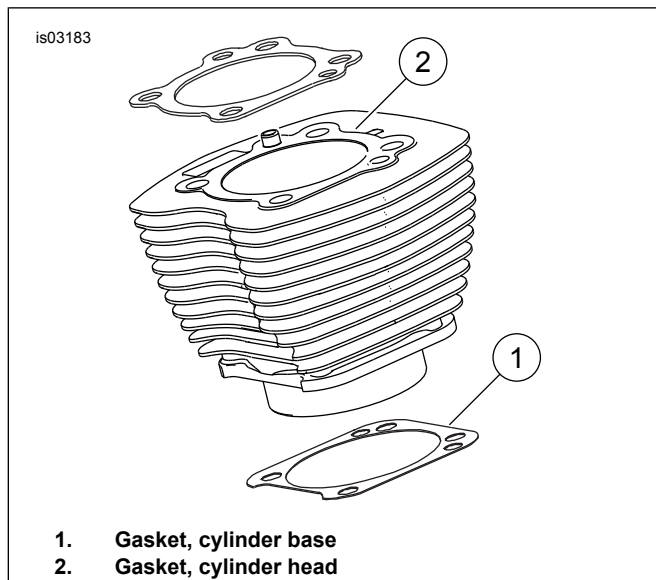

Figure 1. Mga Cylinder Gasket
- Tingnan ang Figure 1. Ang 103 mm (4.060 in) cylinder base gasket (1) at cylinder head gasket (2) ay nag-aalis ng pangangailangan para sa mga O-ring. Huwag gumamit ng mga O-ring sa mga cylinder dowel o mga cylinder spigot.
- Kapag nagkakabit ng bagong base gasket (1), ikabit na ang naka-emboss na bahagi ay nasa baba at ang concave ay nasa taas.